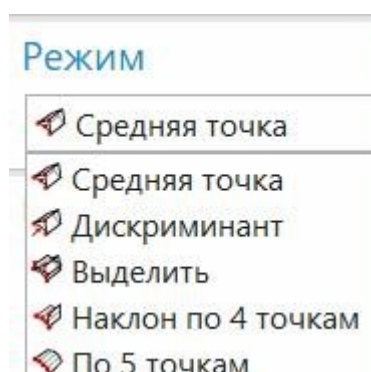

рис.36
рис.36а
- Давайте, например, построим коническую поверхность с помощью **дискриминанта** (рис.36). Для этого подготовим исходные кривые и поверхности как на рис.36а. Опять воспользуемся **крайней слева** пиктограммой на рис.30 (рис.36б, 36в). И в итоге получим поверхность как на рис.36г.
Рис.36б
рис.36в
рис.36г